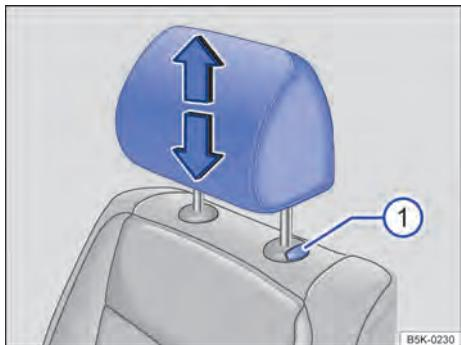
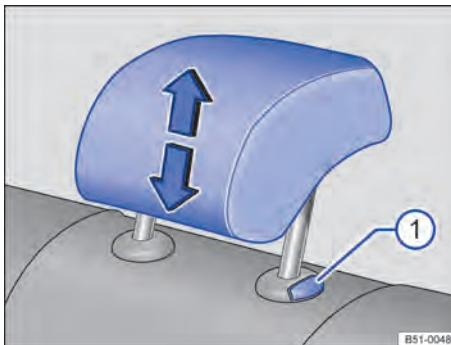

Fig. 41 Ajustar o apoio para cabeça dianteiro ou traseiro.
Fig. 42 Ajustar o apoio para cabeça traseiro.
- Empurrar o apoio para cabeça para cima no sentido da seta ou, com o botão **Fig. 41 ①** ou **Fig. 42 ①** pressionado, empurrar para baixo **► ②**.